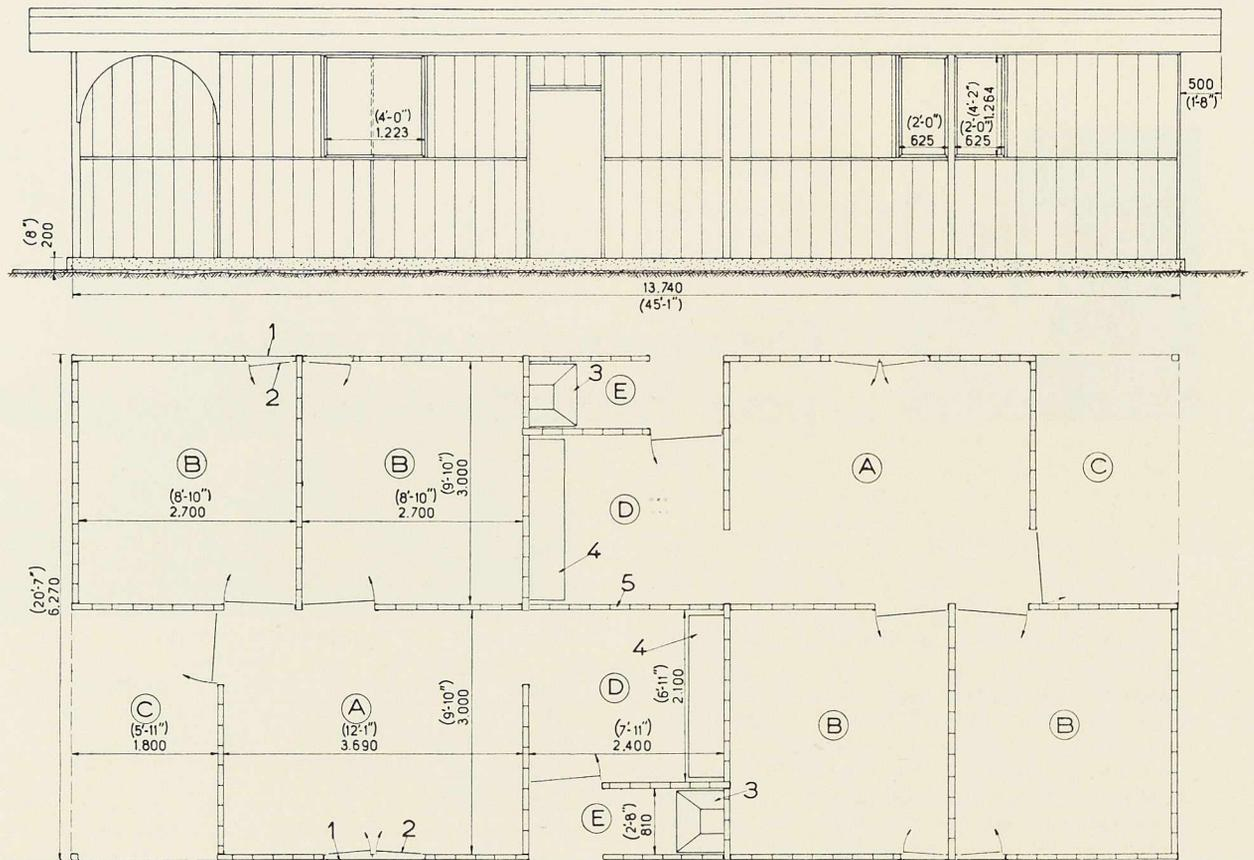

Fig. 3. Elévation et vue en plan d'une maison pour indigènes.
*La maison.* — L'ossature est prévue pour un bloc de deux maisons comprenant chacune (fig. 3):